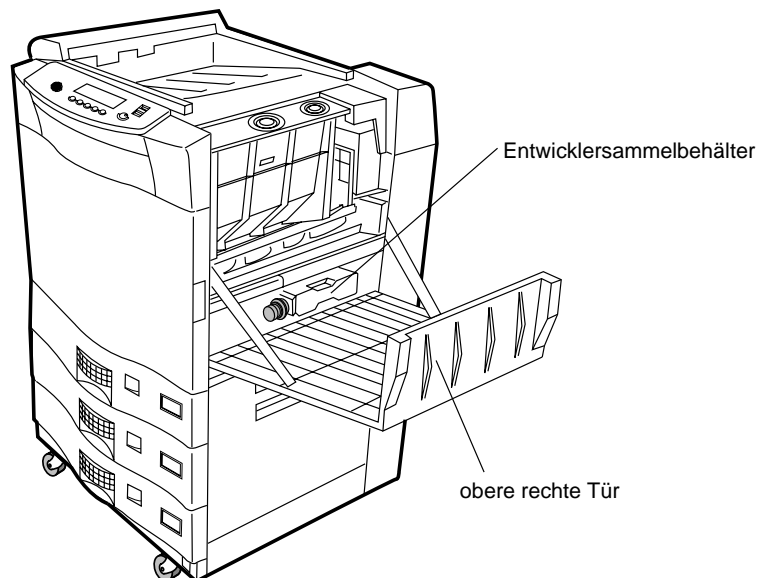

Abbildung 4-15 Entwickler und Entwicklersammelbehälter
1. Öffnen Sie die obere rechte Tür. Die Position der Entwicklerflasche ist in Abbildung 4-15 dargestellt.